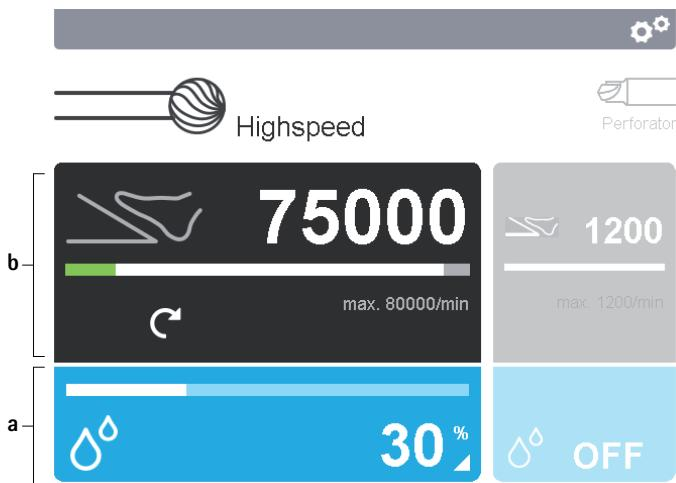

Fig. 5 Activation des zones de commande
- ▶ Modification des paramètres de réglage de la partie appliquée: activer la zone de commande Partie appliquée **a** sur le visuel 2, voir Fig. 5.